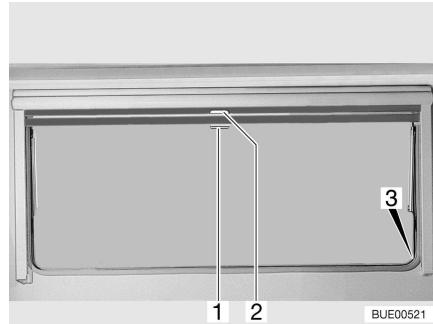

Fig. 26 Finestra apribile
- Tirare verso il basso l'oscurante a rullo accompagnandolo con la maniglia (Fig. 26,2). Quando si chiude completamente l'oscurante a rullo esso va agganciato da entrambi i lati al telaio della finestra nell'apposito elemento di fissaggio (Fig. 26,3).
- Quando l'oscurante a rullo è completamente chiuso: Spingere la maniglia (Fig. 26,2) verso il basso tirandola leggermente verso l'interno. Sganciare l'oscurante a rullo dagli elementi di fissaggio a destra e a sinistra del telaio della finestra.
- Quando l'oscurante a rullo si trova in posizione intermedia: Tirare la maniglia (Fig. 26,2) leggermente verso il basso finché l'elemento di fissaggio non si è sganciato.
- Tirare la maniglia (Fig. 26,1) della zanzariera a rullo verso il basso e agganciarla all'elemento di fissaggio (Fig. 26,3) su entrambi i lati del telaio della finestra.
- Spingere la maniglia (Fig. 26,1) verso il basso tirandola leggermente verso l'interno. Sganciare la zanzariera a rullo dagli elementi di fissaggio a destra e a sinistra del telaio della finestra.